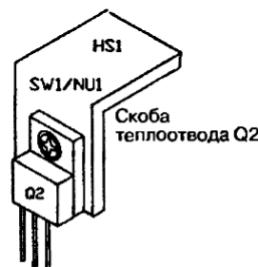

Рис. 27.4. Сборка индуктивности L1 и теплоотвода HS1 для транзистора Q2
- Перед сборкой выполняется подготовительная работа по изготовлению теплоотвода для транзистора Q2 в виде скобы из алюминиевой пластиинки  $1,9 \times 5,08 \times 0,16$  см. Согните ее посередине под углом  $90^\circ$  и просверлите отверстие для винта и гайки SW1/NU1. Затем установите Q2 на теплоотвод, как показано на рис. 27.4.
5. Соберите катушку дросселя L1, намотав 50 витков обмоточного провода #24 на нейлоновую бобину как можно ровнее. Оставьте по пять сантиметров с каждого конца, зачистите их и облудите припоем для надежного соединения со схемой. Соберите Ш-образный сердечник (см. рис. 27.4). Проложите с каждой стороны полоски из картона 0,008 см, итого 0,016 см. Если у вас есть комбинированный прибор – мультиметр, измерьте индуктивность, которая должна составлять 1,5 мГн.